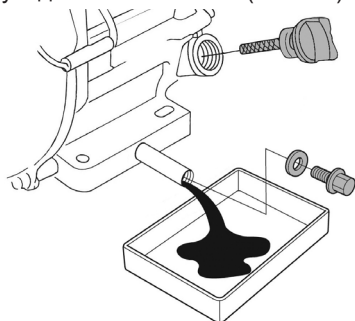

Рис. 34. Замена масла в двигателе
(1) Техническое обслуживание должно осуществляться более часто, при работе в пыльных условиях.
(2) Данный вид работ необходимо выполнять в авторизованном сервисном центре.
6. Удерживая одним ключом трубку-удлиннитель от проворачивания, открутите пробку для слива масла и слейте отработанное масло в подготовленную для этого емкость (Рис. 34).